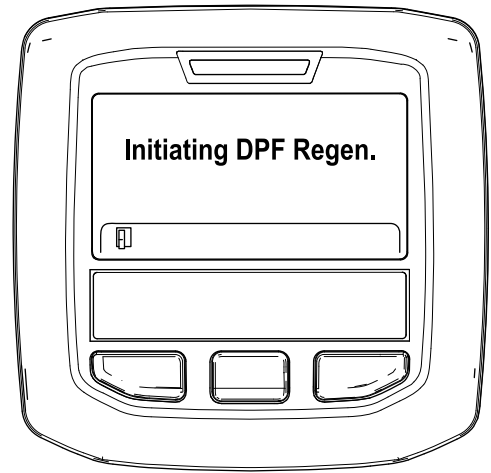

Bild 36
- A. Die Meldung „Initiating DPF Regen.“ wird angezeigt (Bild 36).